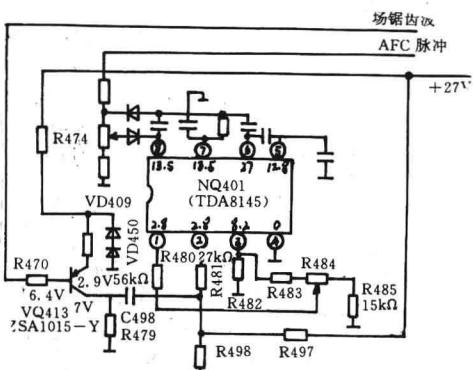

图 4 长虹 IC2588P 型彩电枕形校正电路
该机型东/西枕形失真校正电路采用的是 TDA8145(如图 4)。场频锯齿波电压经 R470 加到 VQ413 进行倒相放大，形成锯齿波电流，以 C498、R481 送入 NQ401(②脚)，放大后从⑤脚输出频率和宽度可以调整的方波脉冲电压。首先测 NQ401(TDA8145)各脚电压，其中①脚电压为 1V(低于正常
值)，②脚电压为 5V(高于正常值)，其余各脚电压基本正常，接着测 VQ413 各极电压均正常。分析电路图 4，NQ401 ①脚电压由偏置电路 R480、R484、R485 等元件组成。②脚由 R481、R498、R497 等组成。分别测量①、②脚外围元件均未发现异常。怀疑 TDA8145 损坏，更换后试机，整机恢复正常。
**分析与检修:**该机的场输出电路采用单端推挽无输出变压器的 OTL 电路作为功率放大器,(见图 4),场偏转线圈是靠电容 5C 11 (470 μF)、5C 12 (330